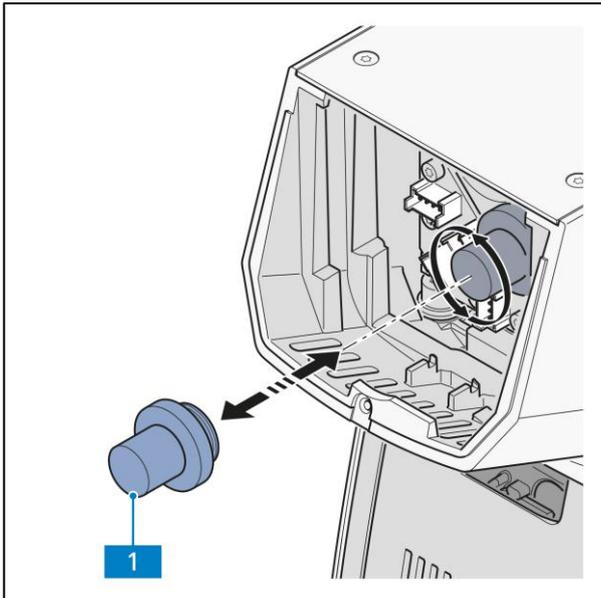

Abb. 3-25 Modulhalter entfernen
- Modulhalter (Abb. 3-25/1) aus der Buchse am Stativ herausschrauben.